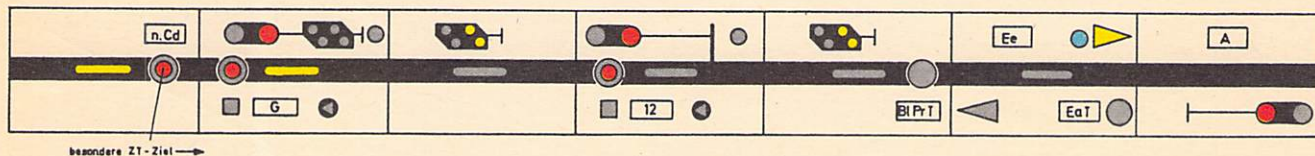

Bild 31
- (6) Wenn das dem Bahnhof benachbarte Zentralblocksignal für die zulaufende Richtung gilt, ist für die Zugstraßen in ablaufender Richtung eine besondere Zugstraßentaste vorhanden (vgl. Bild 31). Diese Taste ist mit **Besondere Zugstraßentaste für Ausfahrten**